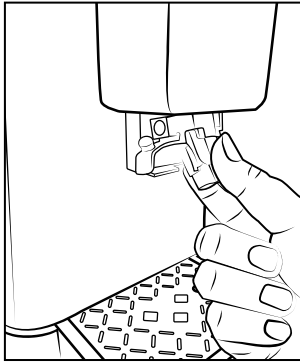

Abb. 7
- 2) Nehmen Sie den Sprühkopf **15** ab, indem Sie ihn nach vorne kippen und dann vorsichtig nach unten ziehen (s. Abb. 7).